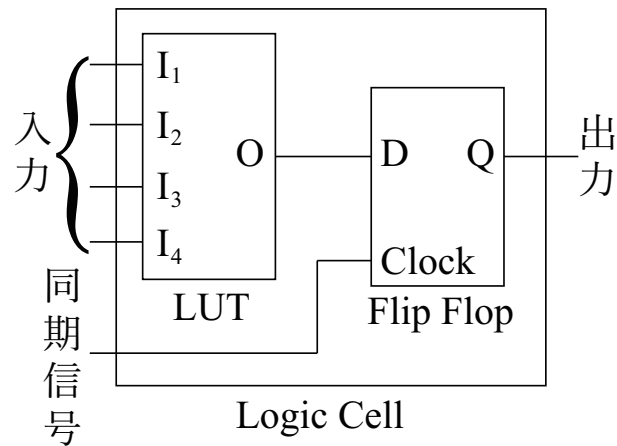
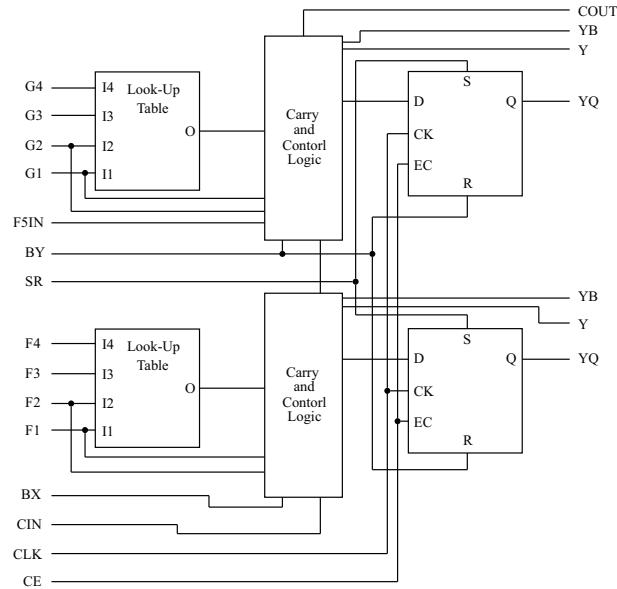

図 1: Logic Cell の基本的な構成 [1]
図 3: CLB のスライスの構成
FPGA の特徴である Logic Cell (LC) について説明する [1]。基本的な LC は図 1 のように Look-Up Table (LUT) と、フリップフロップ (Flip Flop) から構成される。この例では、LC の入力 $I_1 \sim I_4$ 、出力は Q である。まず LUT であるが、 $I_1 \sim I_4$ を入力した時の LUT の出力 O はプログラムによって自由に設定可能で、任意の関数を実現できる。表 1 は 4 入力 OR を実現した時の LUT である。LUT の出力 O はフリップフロップに入力され、値を保持する。そして、同期信号が high (1) になった時に保持した値 Q を出力する。
XC2S15 では、2.3 で述べた Logic Cell (LC) を 4 つ持つ CLB が基本ユニットであり、LC を単独で用いるより大きな値を扱うことや複雑な演算をすることができる。1 つの CLB は図 3 に示すスライス 2 つから成り、1 つのスライスは LC を 2 つ持つ。図 3 の上下に 1 つずつある LC は、図 1 のものとは異なり、LUT とフリップフロップの間に Carry and Control Logic を持つ。これにより、加算器として使用することや、上下 2 つのユニット間で信号選択ができる。